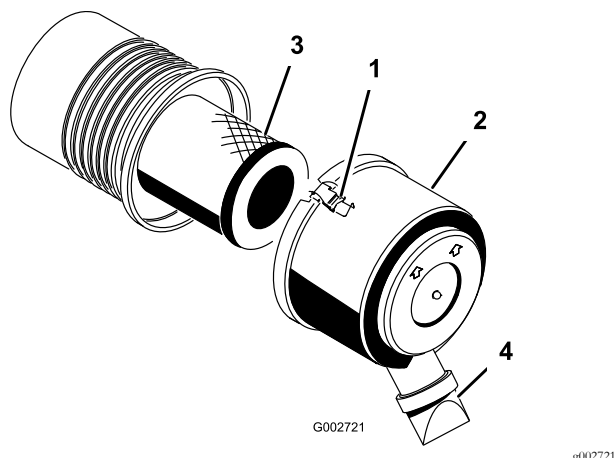

图28
1. 松开将空气滤清器盖固定到空气滤清器壳体上的搭扣图28。